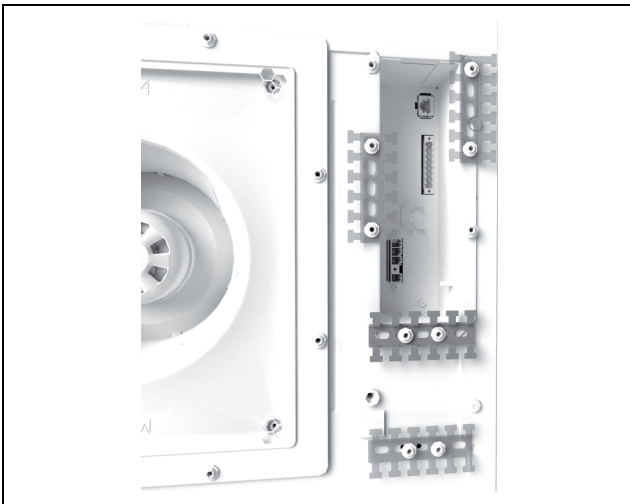

Abb. 31: Anbringen der Hammerfußschiene (beispielhafte Darstellung)
- Der Kabelschirm kann an der Hammerfußschiene (Abb. 31) kontaktiert werden.